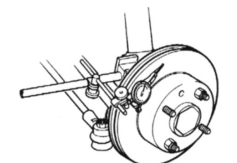

Fig. 5
10. Planlaufabweichung der Bremsscheiben mit Messuhr prüfen; die Messung erfolgt im Abstand von 15 mm von der Scheibenaußenkante, während die Bremsscheibe langsam gedreht wird. Sollte keine Messuhr vorhanden sein, kann auch eine Einstelllehre zwischen einem Fixpunkt und der Bremsscheibe (Fig. 5) benutzt werden. Der Maximalwert für Radialspiel sollte 0,15 mm nicht übersteigen. Wenn ein höherer Wert festgestellt wird, Punkte 7 und 8 erneut prüfen und Bremsscheibe auf Einbaufansch um 180° verdrehen.